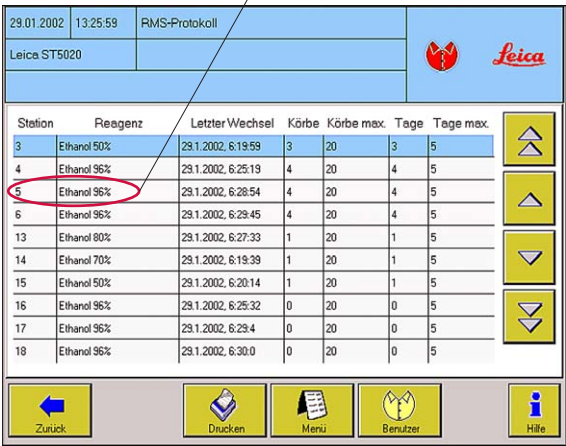

Abb. 59
- Drücken von **BESTÄTIGUNG** ordnet die gewählte Station dem Schritt zu, die Anzeige wechselt zurück zum Menü **PROGRAMMIERUNG** (Abb. 59).